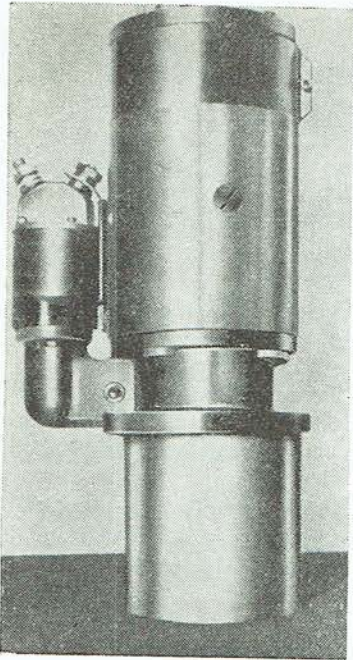

Abb. 137
1. Der Anlasser ist mit dem Lastendeckel in eine geeignete Vorrichtung (Abb. 137) einzusetzen.